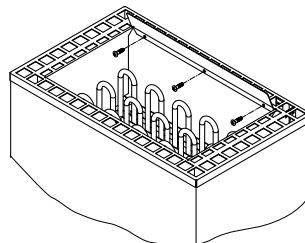

Abb. 5
- Befestigen Sie das beiliegende Luftleitblech wie in Abb. 5 dargestellt. Hierzu die mittlere Schraube in der Abdeckung zuerst lösen und wieder mit dieser und zwei weiteren Blechschauben 4,2 x 9,5 aus dem Polybeutel befestigen.